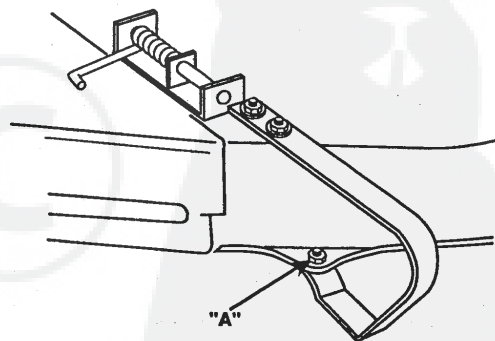

FIGURE 3
1. En utilisant une clé de 1/2 po., enlevez la quincaillerie "A" (Fig. 3) qui tixe la partie inférieure du curseur à droite au carter de tondeuse.